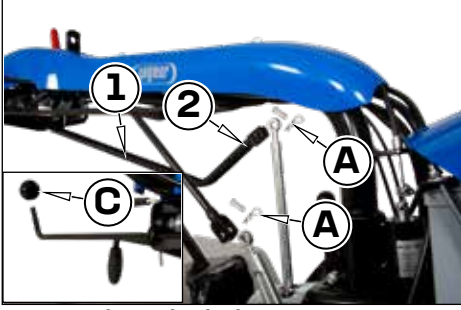
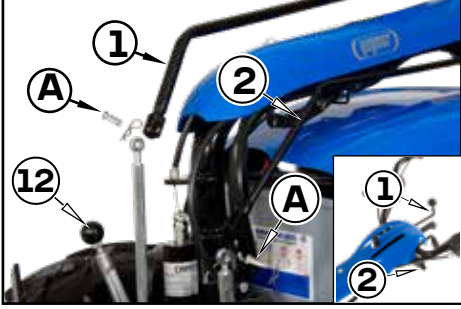

Fig. 15 - Gidonun dönderilmesi
Fig. 16 - Gidonun dönderilmesi
- 1) Vites kolu kontrol rodunu(1) ve PTO kontrol rodunu(2) ayrı ayrı kilitleyen stop fişlerini (A) çıkarın (Fig.15)
Vites kolu rodunun(1) iki parçasını tutan fişlerin(B) çıkarın ve onları gidondan çıkarın, sonra PTO kontrol rodundan(2) kolu(C) sökün ve gidondan çıkarın. (Fig. 15)
- 2) Gidon kolu serbest bırakma kolunu(8) kullanıcı tarafına çekin ve muhafaza üzerindeki çıkartmada gösterilen aşağıdaki doğrultuda 180° gidonu çevirin.
- 3) Gidonkolunu 180° dönderdikten sonra, serbest bırakma kolunu (8) çalışma doğrultusunda ileriye doğru hareket ettirin.
- 4) Öncekiye tamamen ters olan yeni pozisyona ayrı parçaları boyunca vites kolu rodunu(1) ve PTO kontrol rodunu (2) geriye uydurun.
- 5) Gidon kolunu gereken çalışma doğrultusunda çevirdikten sonra, ters mekik kolunu (12) aynı doğrultuda (fig. 16) hareket ettirmeyi hatırlayın.